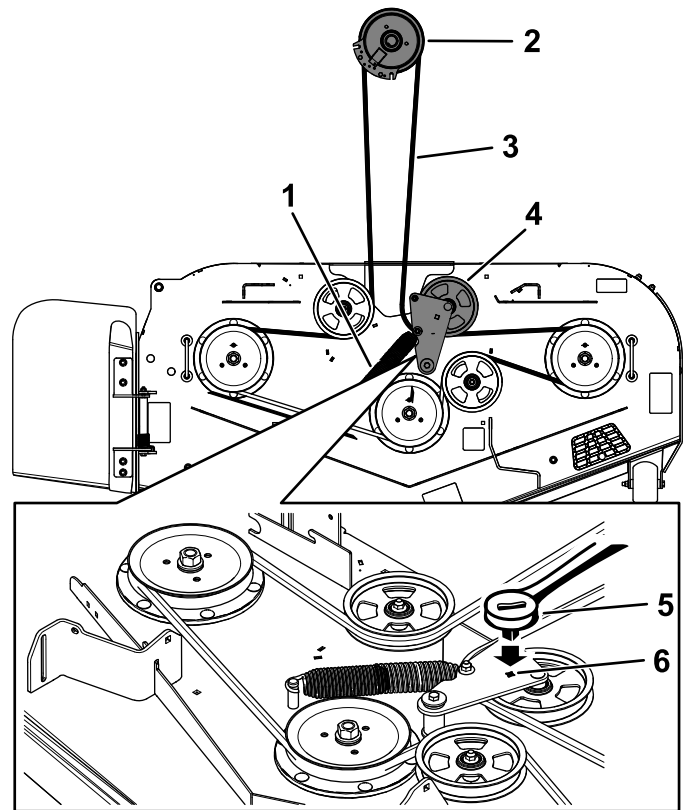

Figura 60
13. Montați dispozitivul de ghidare a curelei pe braul rolei de ghidare (Figura 60).
14. Utilizând cheia cu clichet de 3/8" în orificiul pătrat, montați arcul rolei de ghidare (Figura 60).
8. Folosiți o cheie cu clichet de 3/8" în orificiul pătrat al braului rolei de ghidare pentru a elimina tensiunea arcului rolei de ghidare (Figura 60).
10. Îndepărtați dispozitivul de ghidare a curelei de pe braul rolei de ghidare cu arc (Figura 60).
12. Montați cureaua nouă în jurul fuliilor mainii de tuns iarba și puliei ambreiajului de sub motor (Figura 60).